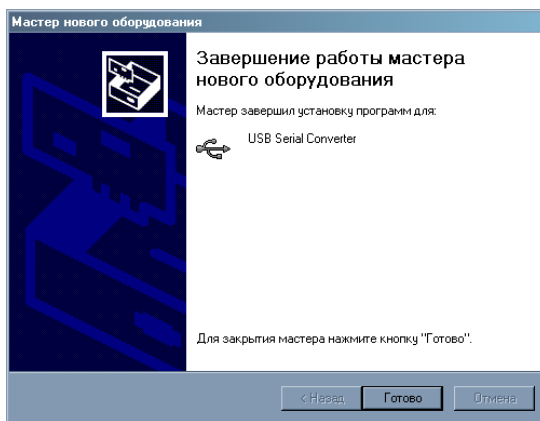

Рисунок 4
4.1.6. Дождаться пока операционная система скопирует драйверы на жесткий диск и в появившемся окне (рисунок 4) нажать кнопку «Готово».